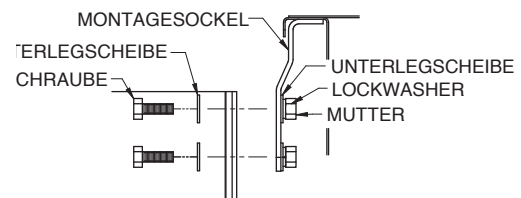

Abb. 29
2. Verschrauben Sie den Montagesockel an allen Bohrlöchern der Halterung mithilfe von 3/8" (10 mm) Unterlegscheiben, Sicherungsscheiben und Muttern (wie in Abb. 29 dargestellt).